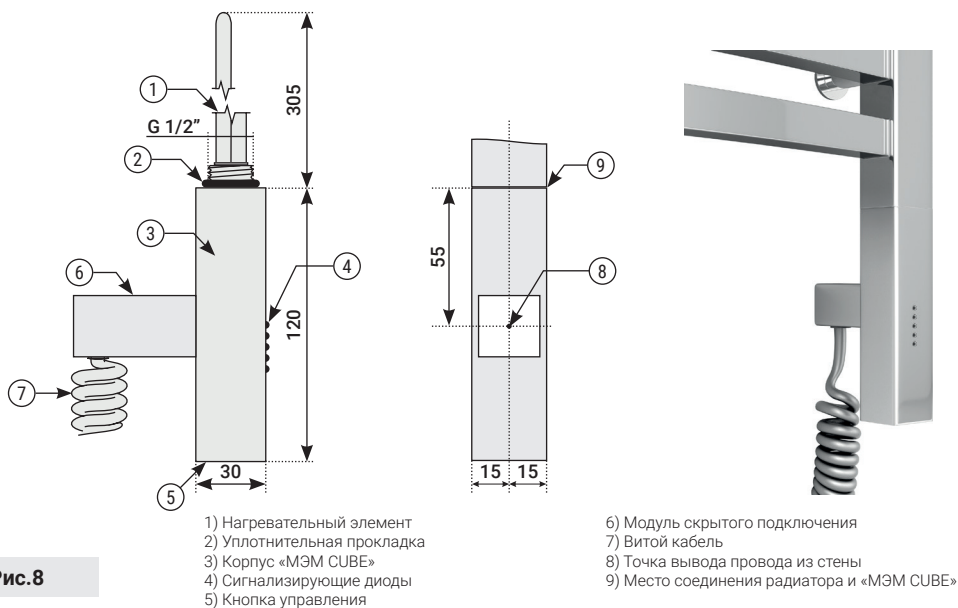

Рис.8
6.2. Выбор различных режимов работы устройства происходит при последовательном нажатии на кнопку управления, находящуюся на торце изделия (рис. 8 «5»):